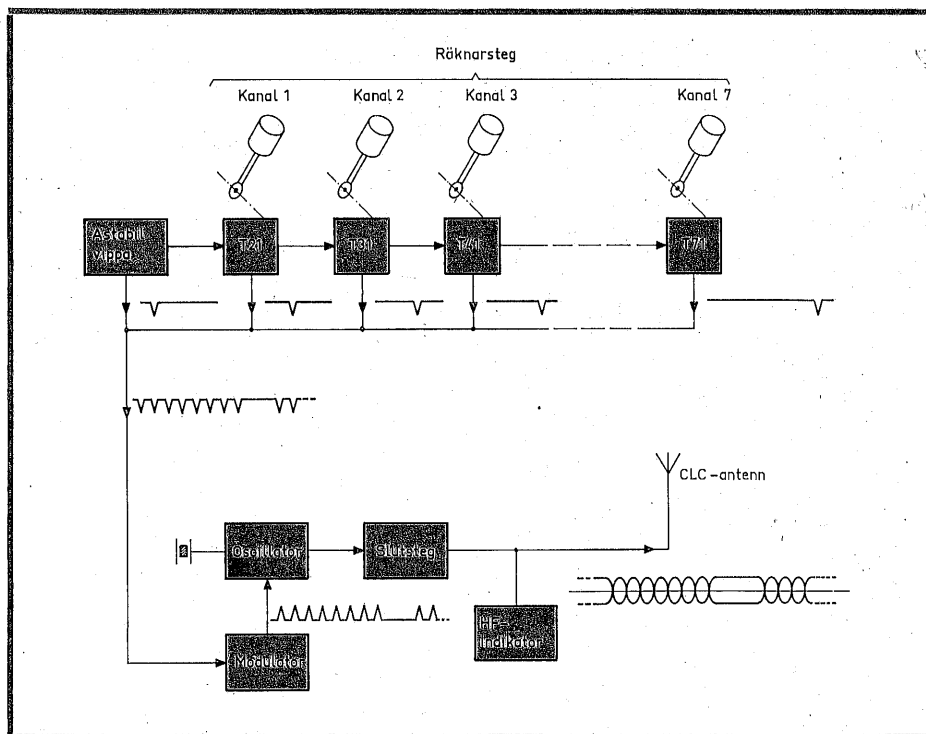

Fig 1. Sändarens blockschema med pulser utritade.
■ ■ Sändaren består av pulsdelen och HF-del, i vilken oscillatoren moduleras, se fig 1 och 2. Utan negativa pulser från pulsdelen, är T1 bottnad på grund av R1 och att oscillatoren T2 arbetar. Under de negativa pulserna stryps T1, och oscillatoren slutar svänga. Denna, med nålformade pulser modulerade HF-spänning, går efter slutsteget T3 via ett dubbelt pi-filtrer till antennen.